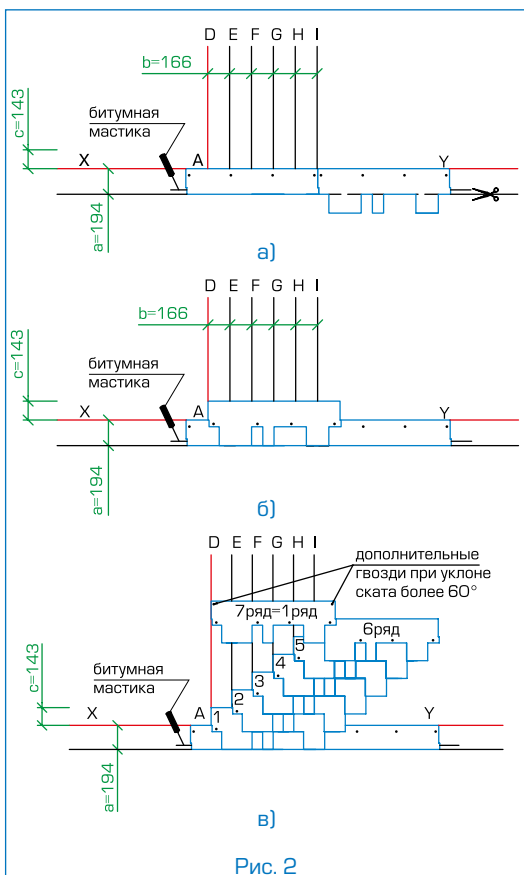

Рис. 2
Укладка материала (рис. 2)
- Начальный ряд формируется из листов черепицы АЛЬПИН с обрезанными лепестками. Полученные таким образом полосы шириной 19,4 см укладываются по линии карниза в обе стороны от линии I (рис. 2а) и фиксируются по нижнему краю битумной мастикой, а по верхней кромке 4 гвоздями (ось гвоздей на 5 см ниже верхнего края полосы);
- далее первый ряд черепицы укладывается от линии AD (рис. 2б);